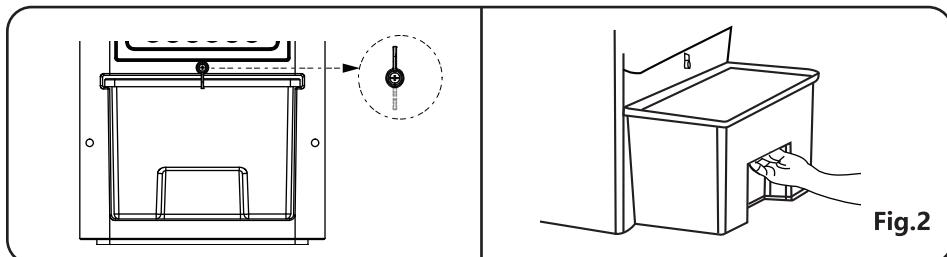

Fig.2
a. Avant de faire fonctionner l' appareil en mode rafraîchissement, tournez le petit bouton, retirez le réservoir d' eau et assurez-vous que la soupape d' échappement du réservoir est correctement fixée. Ensuite, remplissez le réservoir avec de l' eau propre en veillant à ne pas dépasser le niveau maximum indiqué. (Fig. 2/Fig. 3/Fig. 4)